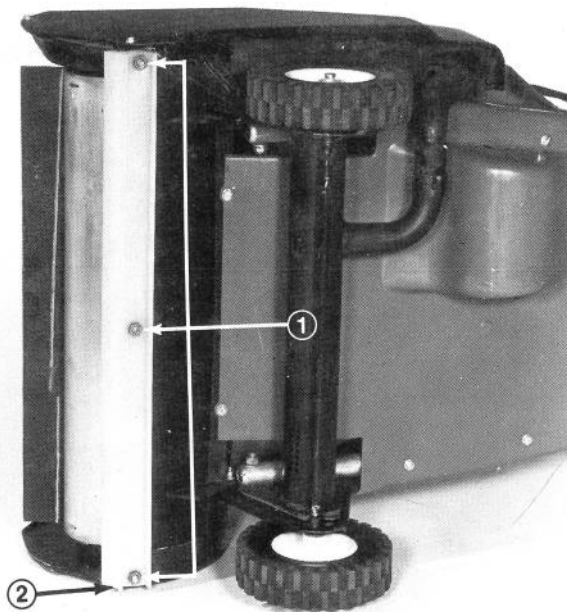

Figure 12
3. Enlevez les trois écrous de blocage et les boulons à carrosserie qui fixent le grattoir sur le fond du carter du rotor (Figure 12).
4. Posez le nouveau grattoir à l'aide de trois boulons à carrosserie et écrous de blocage (Figure 12).